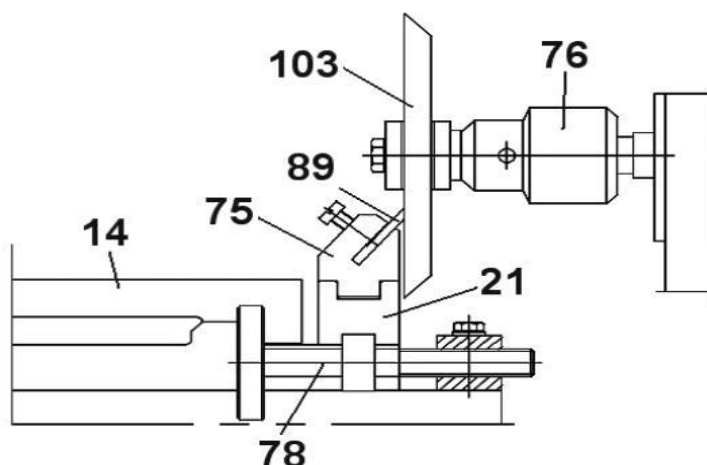

Рис. 33
- В сверлильный патрон 76 (Рис. 33) установите и закрепите собранный на оправке заточной диск (103) (Рис. 33).
- В держателе (75) (Рис. 33) установите и закрепите винтами фиксации затачиваемый инструмент, например, строгальный нож (89) (Рис. 33), максимально отведите от заточного диска (103) (Рис. 33) направляющую (21) (Рис. 33). В направляющую (21) (Рис. 33) установите держатель (75) (Рис. 33) с закреплённым строгальным ножом (89) (Рис. 33).
- Включите станок, аккуратно удерживая держатель (75) (Рис. 33), подведите строгальный нож (89) (Рис. 33) к заточному диску (103) (Рис. 33) до лёгкого касания.
- Заточка строгального ножа (89) (Рис. 33) производится перемещением держателя (75) (Рис. 33) по направляющей (21) (Рис. 33), глубина шлифования устанавливается перемещением подвижного стола (14) (Рис. 33) в поперечном направлении. Заточка (шлифование) производится сухим способом (без охлаждающей жидкости) и при большой глубине шлифования может привести к подгоранию режущей кромки строгального ножа (89) (Рис. 33). Производите заточку строгального ножа (89) (Рис. 33) за несколько циклов с максимальной глубиной шлифования 0,1 мм.